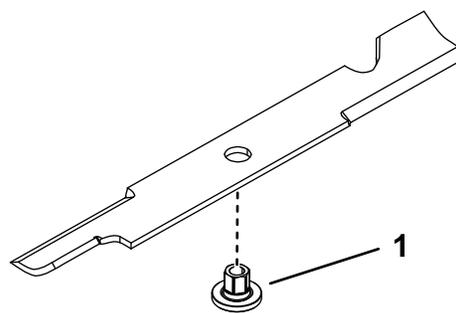

Рисунок 108
1. Вставьте втулку через отверстие в ноже так, чтобы фланец втулки был на нижней (обращенной к травяному покрову) стороне ножа (Рисунок 108).